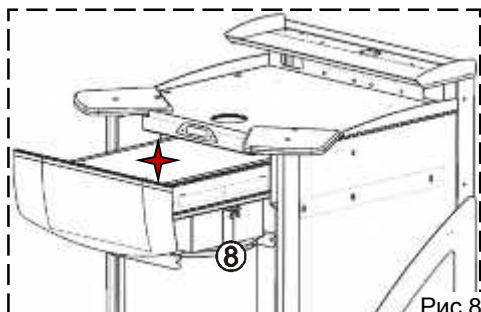

Рис.8
Крышка  модуля фильтров вытяжки (8) служит полкой для временного хранения инструментов, принадлежностей, рис.8.